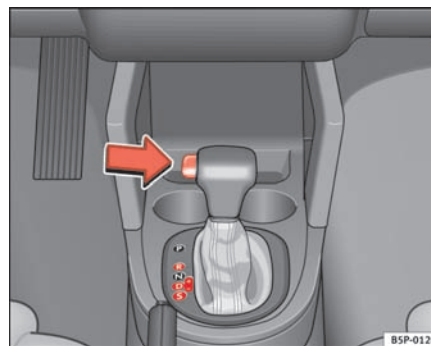

Fig. 137 Kørsel
- Tryk på knappen på gearvælgeren (på venstre side) ⇒ **side 164, fig. 137**.